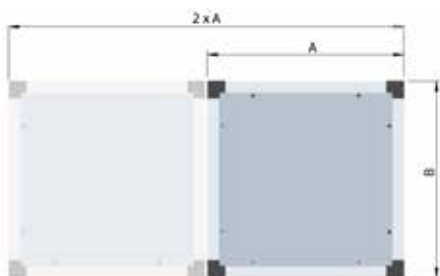

Bild 10: MUB Montagevoraussetzung (Rückseite)
- Beim aufstellen der MUB/T muss sichergestellt sein, dass genügend Platz für die Installation des Gerätes zur Verfügung steht (Wichtig auf der Motorseite wegen einem Motor-/Laufgradwechsel, siehe Bild 10).